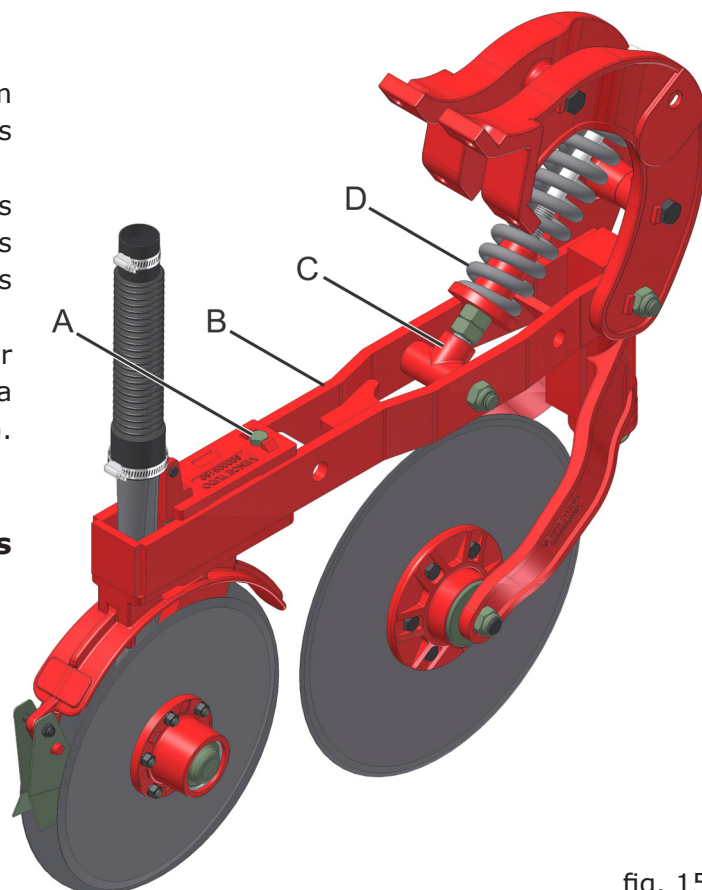

fig. 15
Formado por um conjunto de discos duplos desencontrados de 13" e 14" polegadas, montados em estrutura intercambiável fixada por parafusos (A) (fig. 15) na linha sulcadora (B).
Para obter uma maior penetração e maior profundidade do fertilizante, suspenda a semeadora e desloque o guia (C) (fig. 15) da mola helicoidal (D).